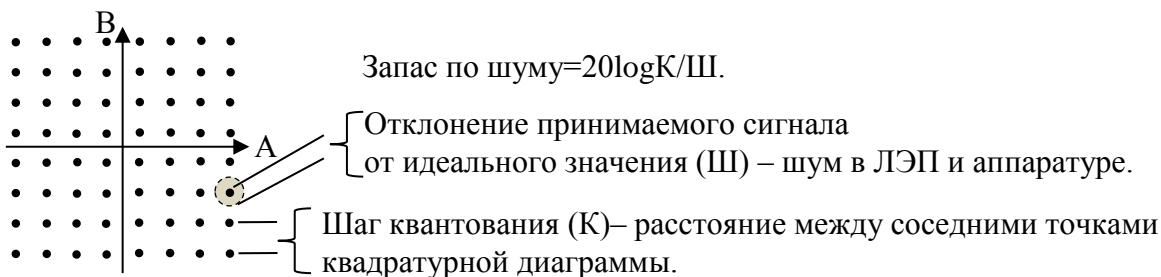

Рис. 8. *Запас по шуму*: пример сигнального созвездия для 64 QAM (n=6).
Примечание. OFDM (Orthogonal Frequency-Division Multiplexing) – модуляция, при которой сигнал представляется группой несущих синусоидальных сигналов с частотами, кратными одному значению. Модуляция выполняется периодическим изменением амплитуды и фазы несущих сигналов. Способ, применяемый при демодуляции, обеспечивает подавление влияния несущих сигналов друг на друга (ортогональность). QAM (Quadrature Amplitude Modulation) – модуляция, при которой сигнал представляется суммой двух синусоидальных сигналов одной частоты со сдвигом фаз 90°, каждый из которых модулируется своим сигналом. Пример квадратурной диаграммы сигнального созвездия 64QAM дан на рис. 8.
- **запас по шуму** (рис. 8) – отношение шага квантования к среднеквадратическому значению шума для несущих сигналов OFDM;